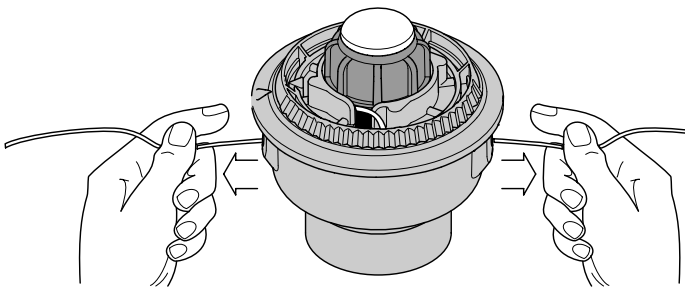

Fig. 21
9. Si le rembobinage du fil devient difficile ou si le fil se coince, tirez-en les extrémités de la bobine. Continuez de rembobiner le moulinet intérieur vers la gauche (Fig. 21).
4. Maintenez le moulinet intérieur et installez le bouton de butée, le ressort, et le joint en mousse en poussant le bouton de butée vers le bas et en le tournant à droite. Saisissez les extrémités et tirez fermement pour dégager le fil des fentes de retenue du moulinet intérieur. (Fig. 21).
Si le SpeedSpool® ne déroule pas le fil correctement, tirez fermement les extrémités du fil loin de la bobine (Fig. 21). Si cela ne suffit pas, suivez les instructions de **Nettoyage du SpeedSpool®** dans la section **Instructions d'Entretien et Réparations**.